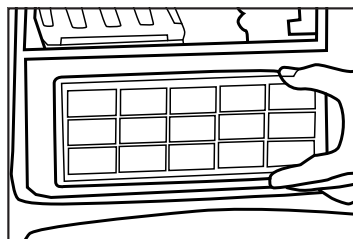

Fig. 6
2. Quite el filtro de esponja de la parte delantera del compartimento para la bolsa (Fig. 6).